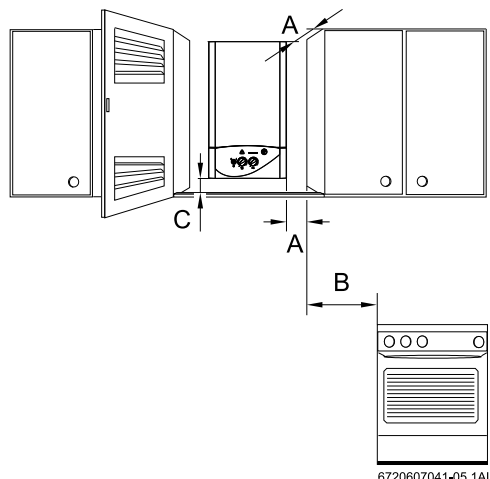

Fig. 7 Distâncias mínimas
- Assegurar o bom acesso nos trabalhos de manutenção, respeitando as distâncias mínimas indicadas na Fig. 7.